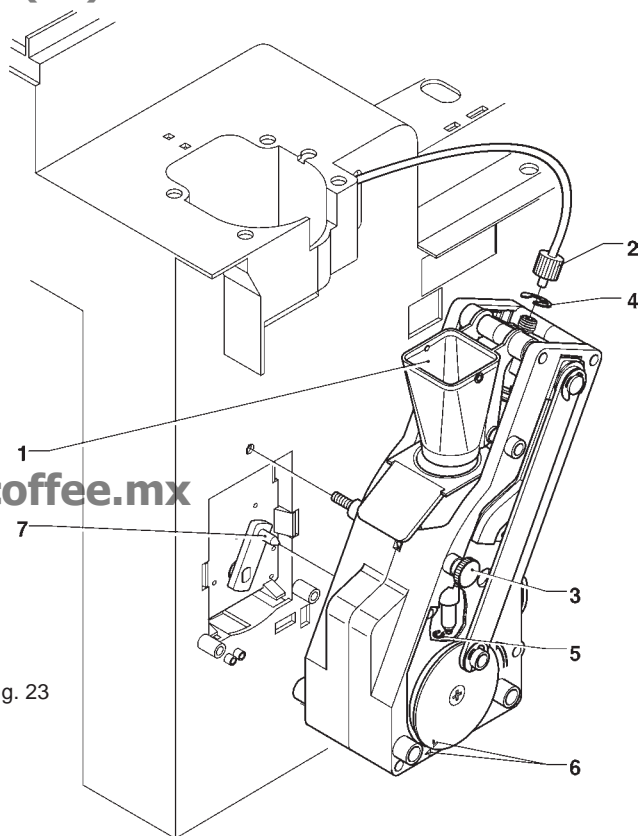

Fig. 23
- desconectar del pistón superior el tubo de conexión que conecta la caldera, teniendo cuidado en no perder la guarnición (ver Fig. 23);
- Desmontar el embudo del café (ver Fig. 23);